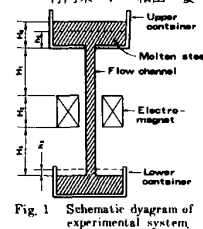

Fig. 1 Schematic diagram of experimental system.
2. 装置と方法 実験装置の概要を Fig. 1 に、実験条件を Table 1 にそれぞれ示す。溶鋼は上部容器から耐火物製の扁平流路を通過して下部容器へ流出する。流路長さ方向の中央部に流路を垂直に横切る磁界を与え溶鋼に電磁力を付与した。流量は上部容器の重量変化をロードセルにて測定・算出した。最初に磁場を印加せずに溶鋼を流出させ流路の抵抗係数を求め、次に直流磁界を与えて流動抵抗の増加を測定し、これを電磁ブレーキの効果として取り出した。